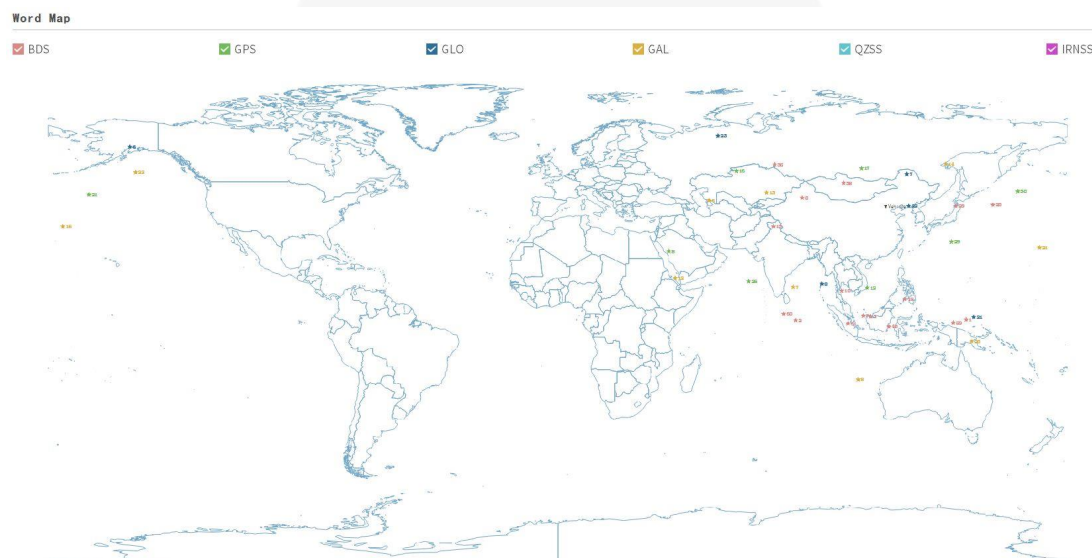

Рисунок 3-21 – Окно с двухмерной картой мира
2. 2D-график (Карта мира): открывает окно с двухмерной картой мира (Рисунок 3-21).